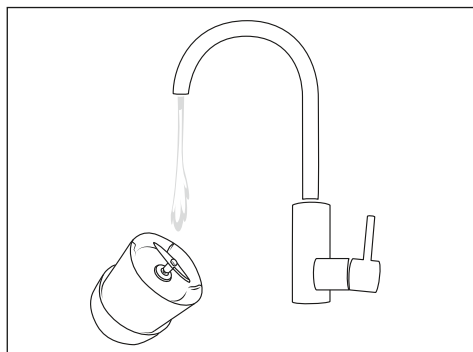

Fig. 2
- La lame en croix ❸ est extrêmement tranchante ! Procédez de ce fait avec la plus grande prudence lors du nettoyage.
❶ ATTENTION !
- ◆ Essuyez le couvercle ❶ et la dragonne ❷ à l'aide d'un chiffon humide. Appliquez un peu de liquide vaisselle doux sur le chiffon et essuyez à l'eau claire. Laissez sécher complètement avant de ranger l'appareil ou de le réutiliser.
- ◆ Pour éliminer les salissures légères, remplissez le gobelet ⑥ d'eau tiède additionnée d'une goutte de liquide vaisselle jusqu'au repère MAX. Faites fonctionner l'appareil pendant environ 30 secondes comme décrit au chapitre **11. Utilisation**. Dévissez ensuite le couvercle ① et videz l'eau de rinçage du gobelet ⑥.
- ◆ Rincez uniquement la lame en croix ⑧ avec précaution, si nécessaire avec une brosse à vaisselle, sous l'eau courante. Veillez ce faisant à ce que l'eau ne coule pas sur le couvercle ① et ne le plongez pas dans l'eau ! Inclinez l'appareil de manière à ce que seule la lame en croix ⑧ s'engage dans le jet d'eau (voir fig. 2). Les salissures se détachent plus facilement si le nettoyage est effectué directement après l'utilisation.